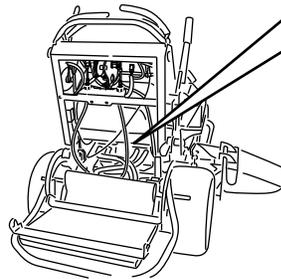

図 25
3. バイパスバルブを2個とも、左に1-2回転させて開く  図 25。